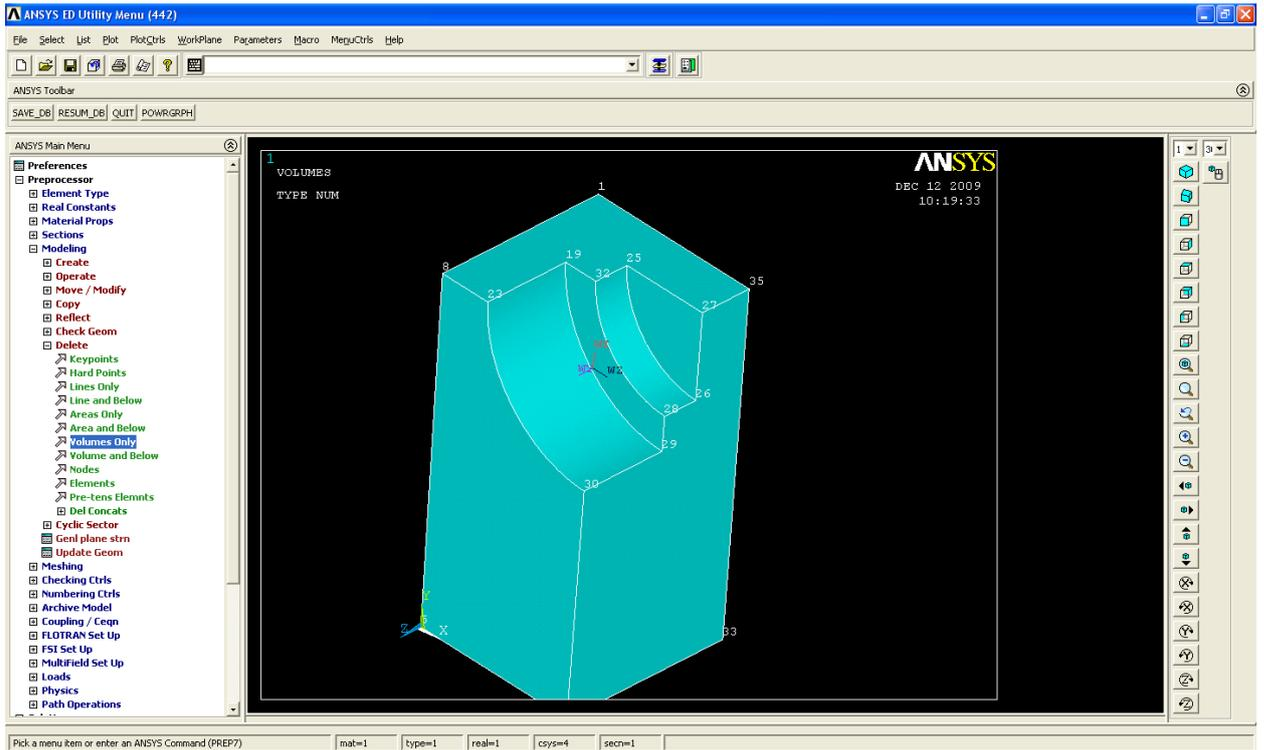

Рисунок 1.28 – Удаление части объекта
2.28.1 Удаление части объекта (рисунок 1.28):